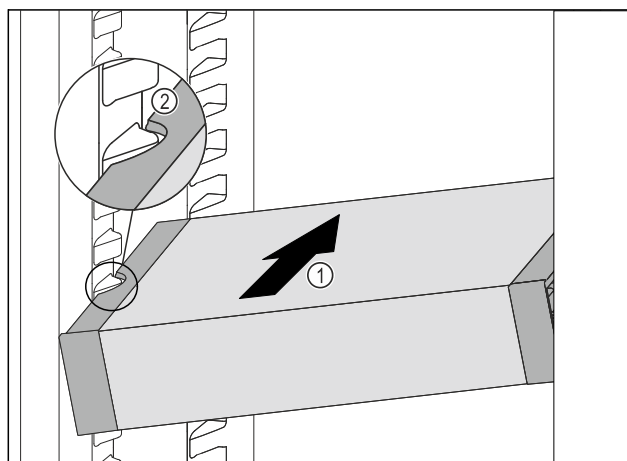

Fig. 69
- ▶ VarioSafe zasúvajte šikmo do chladničky Fig. 69 (1), kým sa bočné vybrania Fig. 69 (2) VarioSafe nebudú nachádzať vo výške rebra nádoby v chladničke.